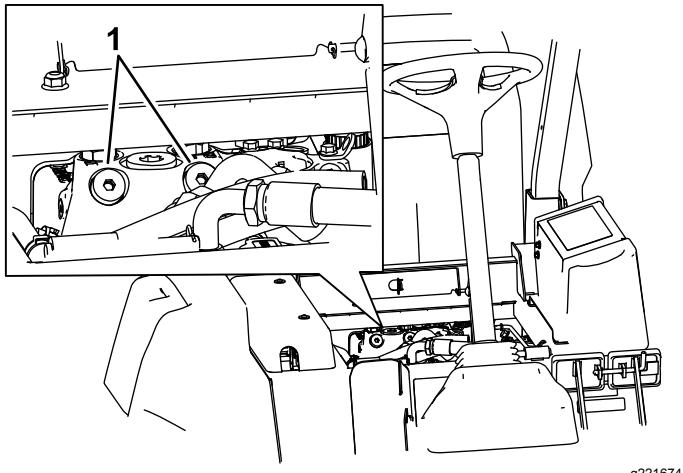

図 70
1. 運転席を倒して燃料タンク前部の下にあるバイパスバルブを見つける図 70。